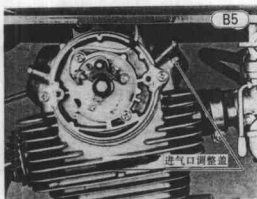
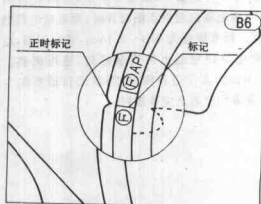
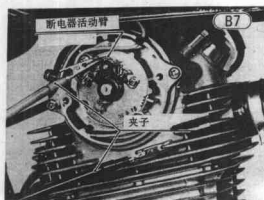

图 1-5
图 1-6
图 1-7
4. 点火提前角的检查, 如图 1-5 所示。关上点火开关, 关上发动机停车开关, 打开进气门调整盖, 发电机盖和断电器盖, 调整好断电器触点间隙, 转动曲轴(逆时针)。当进气门从完全打开, 曲轴再转 180° 时, 让发电机转子上的“F”标记与发电机盖上的箭头对正, 如图 1-6 所示, 用万能表电阻挡 1Ω 挡, 一端接断电器接线柱, 一端接地, 如图 1-7 所示, 旋松断电器安装板螺钉, 如图 1-8 所示, 转动断电器安装板, 当电阻变大的瞬间, 应是转子上的“F”标记与转子盖的箭头对正时。待旋紧断电器安装板螺钉后, 用逆时针转动曲轴的方法验证调整的结果, 断电器安装板螺钉力矩 $4.5\text{N}\cdot\text{m}$, 再次检查一次触点间隙, 装上发电机盖, 如图 1-9 所示, 要装上螺钉下面的 O 型圈, 以免漏油, 气门调整盖和断电器盖上有“UP”标记应向向上, 同时装好 O 型圈。